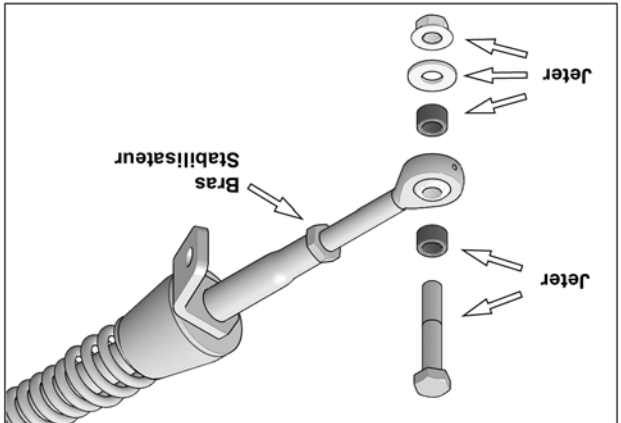

Fig. 17
8. Enlever les boulons, rondelles, espaces et systèmes des rotules des bras stabilisateurs et systèmes avant. Voir la Fig. 17